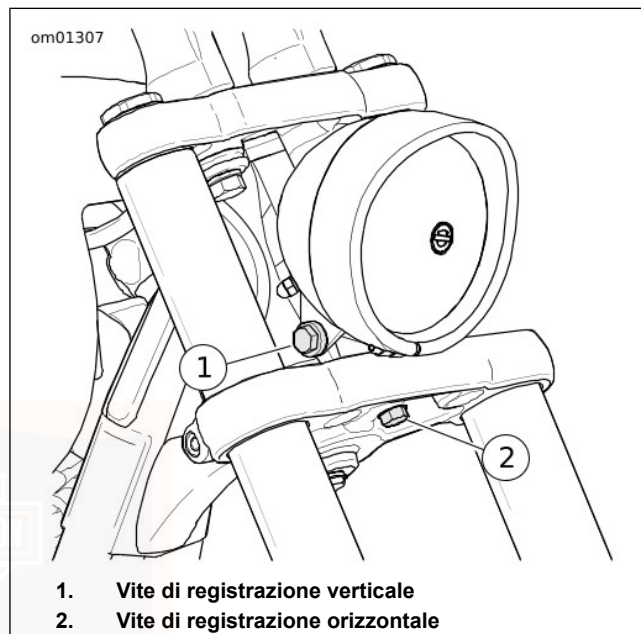

Figura 73. Regolazione del faro anteriore
1. Vedere Figura 73. Regolare l'allineamento orizzontale del faro anteriore.
- a. Allentare la vite per la regolazione orizzontale (2). Regolare il faro anteriore a destra o a sinistra in modo da dirigere il fascio di luce direttamente in avanti.
2. Vedere Figura 73. Regolare l'allineamento verticale del faro anteriore.
- a. Allentare le viti di registro verticale (1). Regolare il faro anteriore verticalmente fino a quando la luce si centra sulla linea orizzontale.
- b. Serrare la vite di registro verticale (1):